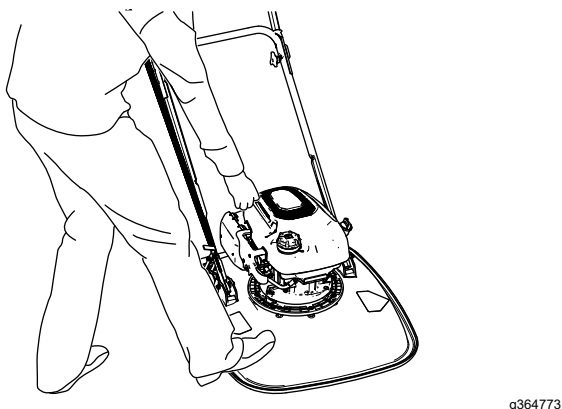

Рисунок 23
3. Поставьте ногу на деку и наклоните машину на себя (Рисунок 23).